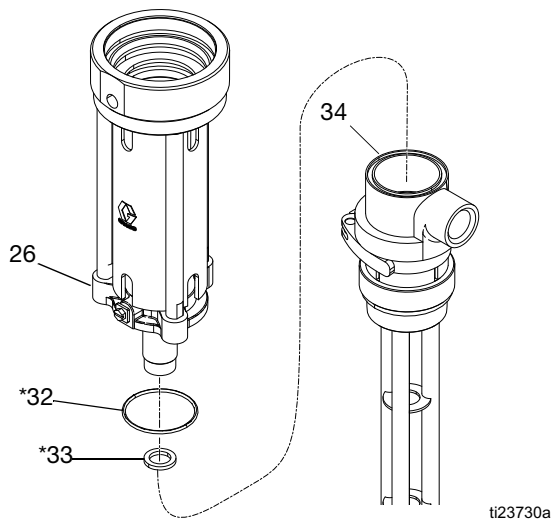

FIG. 23
12. Desenrosque la brida de montaje (26) del cuerpo de la bomba (34). Retire la junta tórica (32*) y la junta de PTFE (33*) del cuerpo de la bomba (34). Inspeccione todas las piezas en busca de daños. Consulte la FIG. 23.